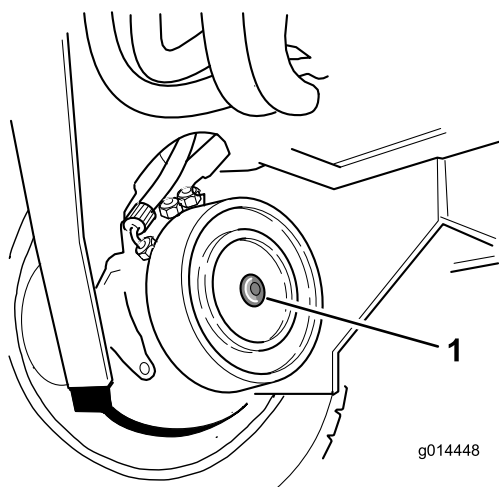

Figura 61
5. Apriete el tornillo de ajuste en el taladro roscado del pistón del freno hasta que el freno quede liberado (Figura 61).